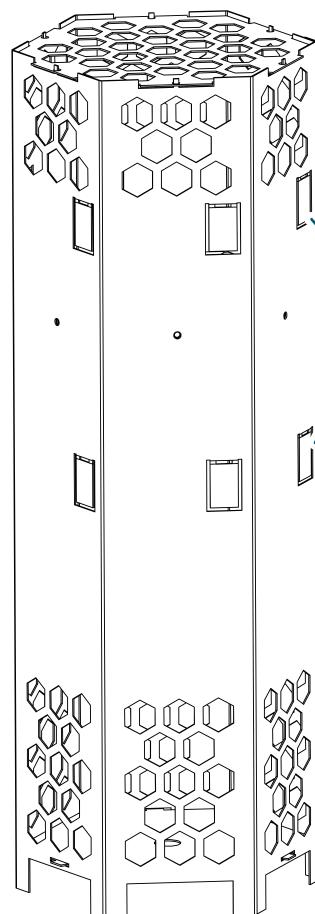

Figure 1
- Bend all the metal clips* to a 90° angle, as shown in **Figure 1**.
- Pliez tous les clips métalliques* sur le tunnel d'air à 90° comme illustré sur la **Figure 1**.